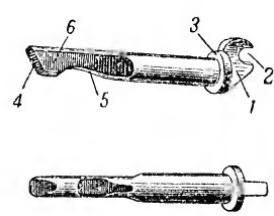

Рис. 32. Направляющий стержень:
33. Направляющий стержень (рис. 32) служит для направления боевой пружины и размыкания спусковой тяги с коромыслом. Он имеет: головку с вырезом для соединения с курком; кольцевой выступ для упора конца боевой пружины; срез для опускания спусковой тяги при введении курка; нижний вырез, обеспечивающий подъем переднего конца спусковой тяги вверх и разъединяющий своим задним срезом при спуске курка спусковую тягу с коромыслом; боковые срезы для прохода в овальное отверстие коромысла.